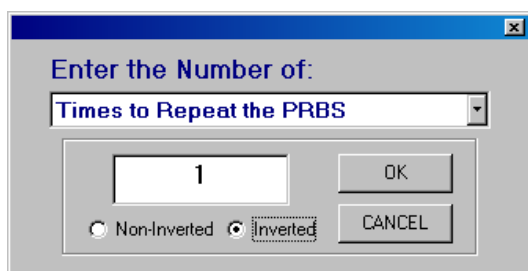

図 12. Creator の実例(ステップ#6)
6. パターンのバランスをとるため、さらに 2 つのシーケンスを追加する必要があります。すなわち、最初の 2 つのシーケンスを反転したシーケンスです。シーケンスを追加するには、ステップ#3を繰り返します。ただし、**[Inverted (反転)]**オプションを選択します(図 12)。**[OK]**ボタンをクリック